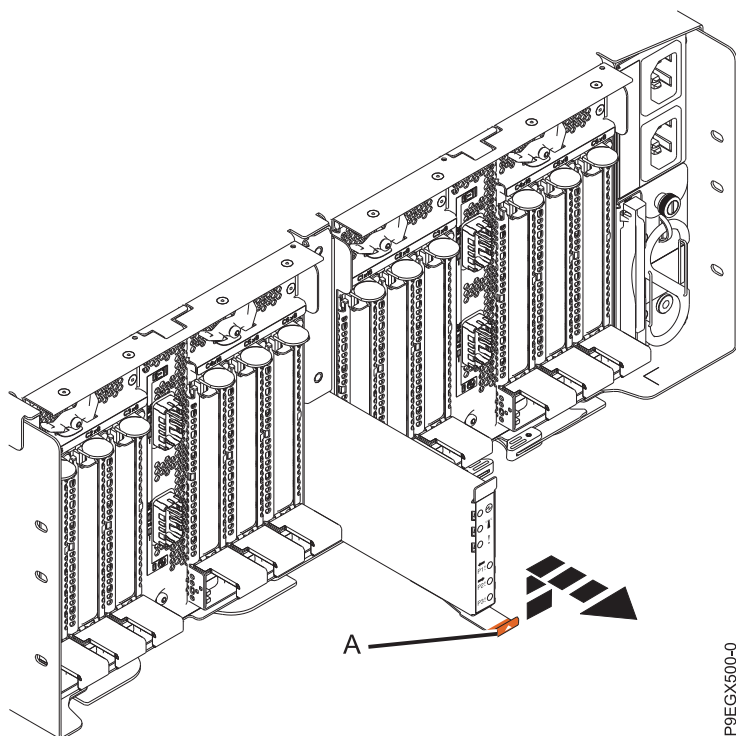

Figura 3. Removendo o conduíte de canal de luz do Gaveta de expansão PCIe3 EMX0
2. Levante a guia (A) na parte inferior do conduíte de canal de luz. Essa ação desengata o conduíte de canal de luz.
3. Puxe o conduíte de canal de luz para fora do chassi conforme mostrado na Figura 3 na página 4.